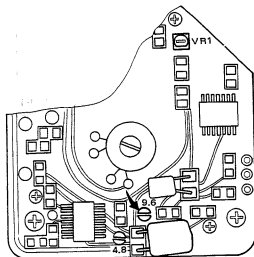

Fig. 4-10
**CAUTION:** After replacement of the capstan motor assembly, be sure to short-circuit (by soldering) the points on the assembly shown by the arrow in Fig. 4-10. Otherwise, correct tape speed adjustments are not ensured.
5. Play the middle portion of the test tape, and adjust semi-fixed resistor VR1 on the capstan motor assembly (Fig. 4-10) until the counter reads  $3000 \text{ Hz} \pm 5 \text{ Hz}$ .
注意：キャプスタン・モータ ASS'Y を交換した場合は、キャプスタン・モータ ASS'Y の基板上、図4-10の矢印で示した場所を半田ショートして下さい。この場所がショートされていないと正常なテープ・スピードが得られません。
5. テスト・テープの中間部を再生させて、テープ速度が  $3000 \text{ Hz} \pm 5 \text{ Hz}$  になるようにキャプスタン・モータ ASS'Y の半固定抵抗 VR1 (図4-10) を調整する。